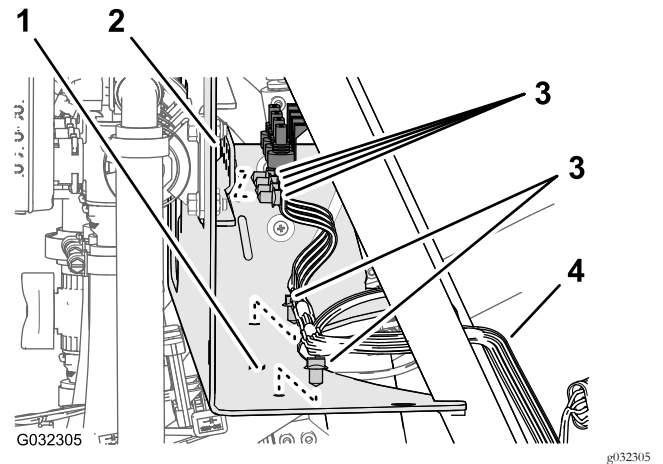

Figure 23
3. Retirez les fixations à pression qui fixent le faisceau arrière dans les trous sur le côté avant et la plaque inférieure du support de collecteur (Figure 23).